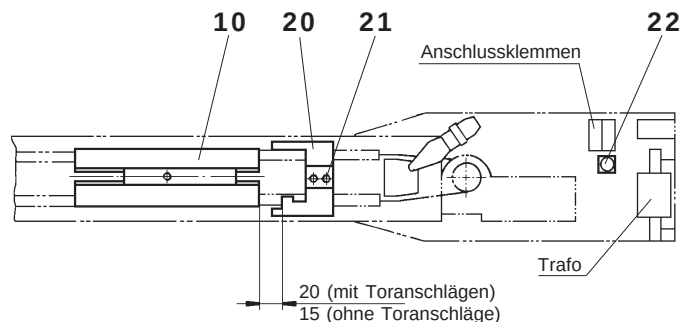

Fig. 9
- Offenanschlag (20) im Antrieb einstellen. Schrauben (21) leicht lösen, Anschlag schieben bis er am Schlitten (10) ansteht. Anschlag ca. 5 mm zurückschieben (Mass 20) und Schrauben (21) festziehen. Fig. 9
- Sind keine festen Toranschläge vorhanden, wird der Anschlag (20) ohne Spiel zum Schlitten (10) festgezogen (Mass 15). Fig. 9
- Falls der Einrichtvorgang nicht korrekt abgelaufen ist oder eine Störung aufgetreten ist, kann dieser wiederholt werden indem die Reset-Taste (22) (blauer Knopf) bei eingeschaltetem Netz während min. 2 Sek. gedrückt wird. Fig. 9